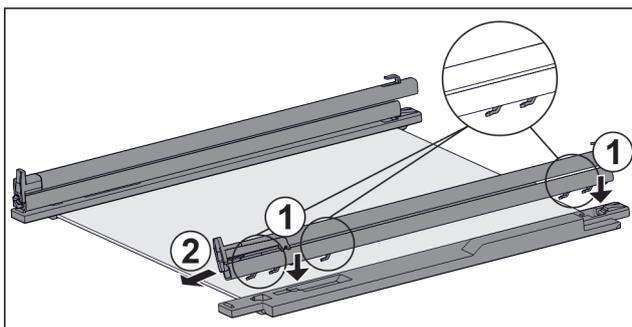

Fig. 82 Tablette en verre avec rails et pièces de retenue
- ▶ Placer les crochets du rail sur les ouvertures de la pièce de retenue de **gauche**. Fig. 82 (1)
- ▶ Tirer le rail vers l'avant. Fig. 82 (2)
- ▶ Placer les crochets du rail sur les ouvertures de la pièce de retenue de **droite**. Fig. 82 (1)